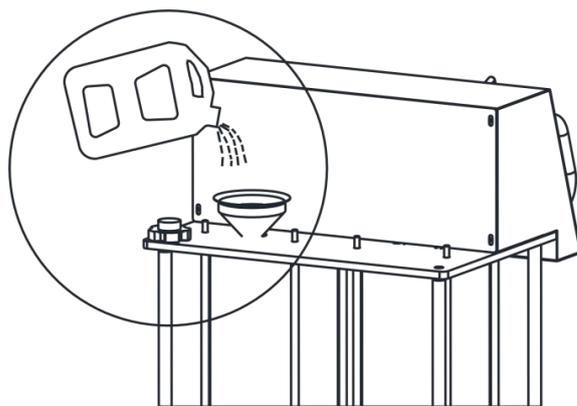

图 3
2. 查看用户手册确定需更换汽车的冷却液容量, 打开加液盖, 通过加液漏斗往新液桶中加适量冷却液, 拧紧密封加液盖（如图 3）。